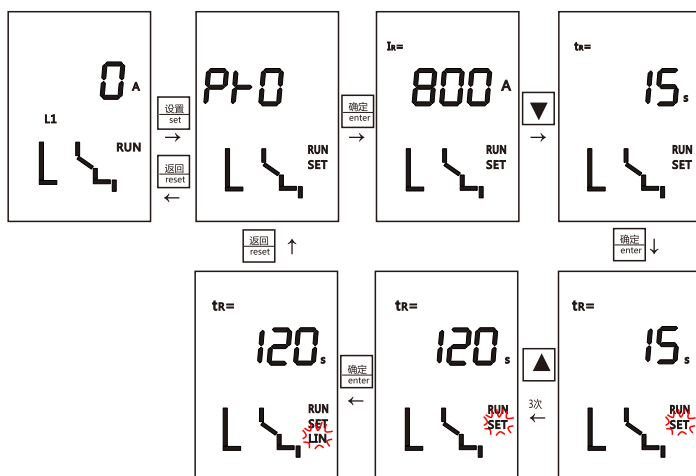
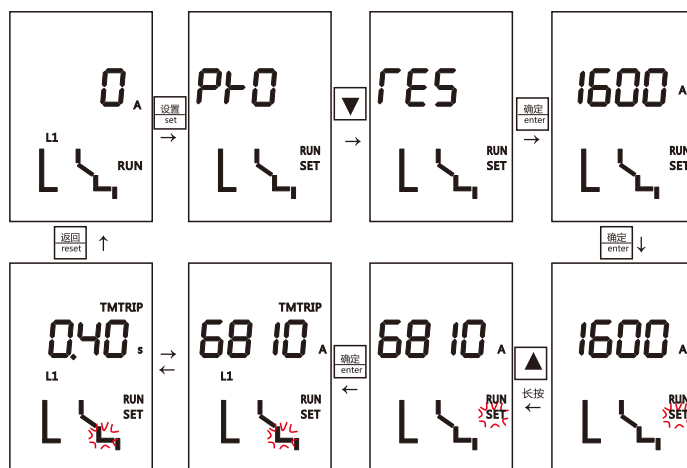
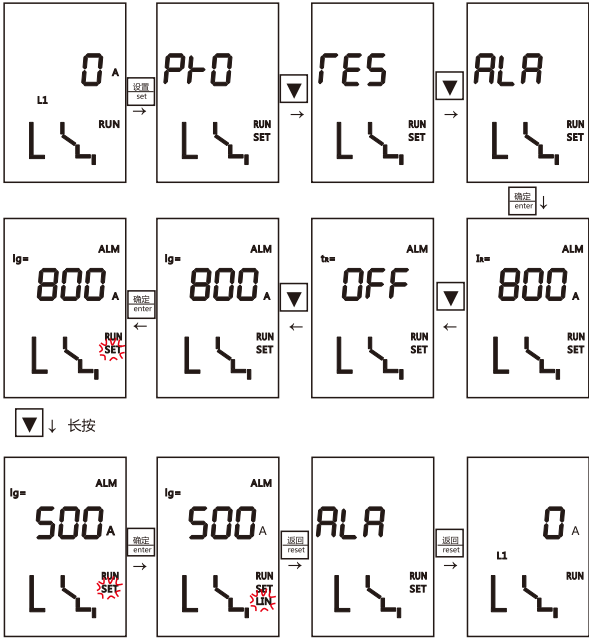

图54 修改长延时设定时间操作
图55 软件模拟短延时脱扣试验操作
图56 设置接地报警电流阈值操作
7.6.6.5.2 设置状态：缺省界面按“设置”按键，进入设置状态，在设置状态可查询及修改电流保护参数，可进行软件模拟试验脱扣，可查询及设置过载预报警、接地报警阈值及延时时间。设置状态“SET”指示灯长亮或闪亮，闪亮时可按“▲”或“▼”按键对数据进行加或减操作，按“确认”键存储数据。示例见图54、图55、图56